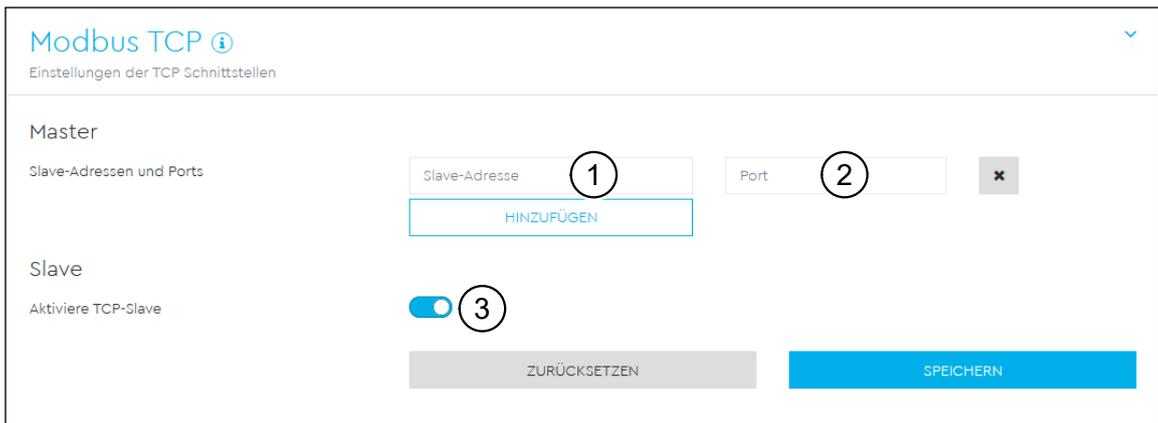

Abb. 43: App „Modbus-Einstellungen“ – Widget „Modbus TCP“
- **„Slave-Adresse“** (Pos. 1 in Abb. 43): Hier wird die Adresse eines TCP Slaves eingetragen. Diese kann in Form einer IP-Adresse oder einer URL angegeben werden.
- **„Port“** (Pos. 2 in Abb. 43): Hier wird die Port-Nummer angegeben, auf der der Slave die Modbus-Kommunikation erwartet.
Mit dem Schalter **„Aktiviere TCP Slave“** (Pos. 3 in Abb. 43) wird die Modbus-Slave-Funktionalität aktiviert bzw. deaktiviert.